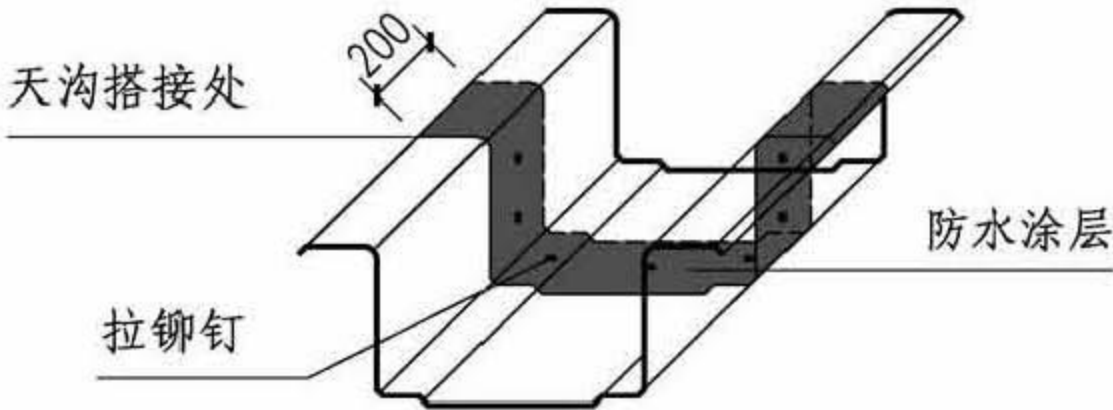

图3 玻璃钢天沟（防腐型）
5.3 玻璃钢天沟（防腐型）：采用轻质高强的耐腐蚀玻璃钢纤维增强复合材料制成，由天沟、落水斗组件、天沟连接件、封头组成的一套完整排水系统（图3），其规格型号见表2。